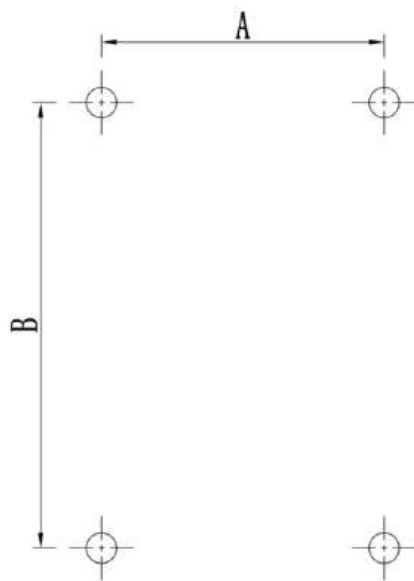

图 3-6 B-G 尺寸机型安装固定孔示意图
1) 为保证变频器的正常运行，需要对变频器进行可靠地固定，请按照表 3-3 和图 3-6 预先打好安装固定孔，并按照表 3-3 使用指定紧固件。